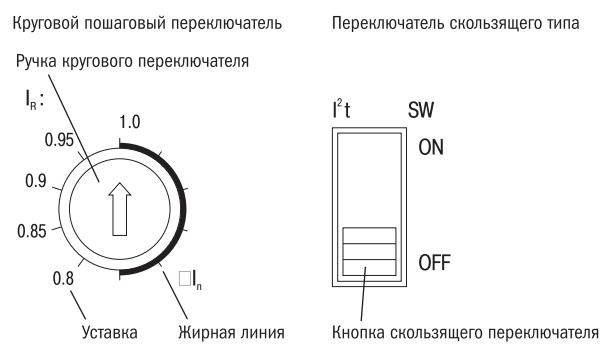

Рисунок 32. Переключатели значений уставок реле
3) Используйте круговые пошаговые переключатели и переключатели скользящего типа для установки параметров реле. Смотри рисунок 32.